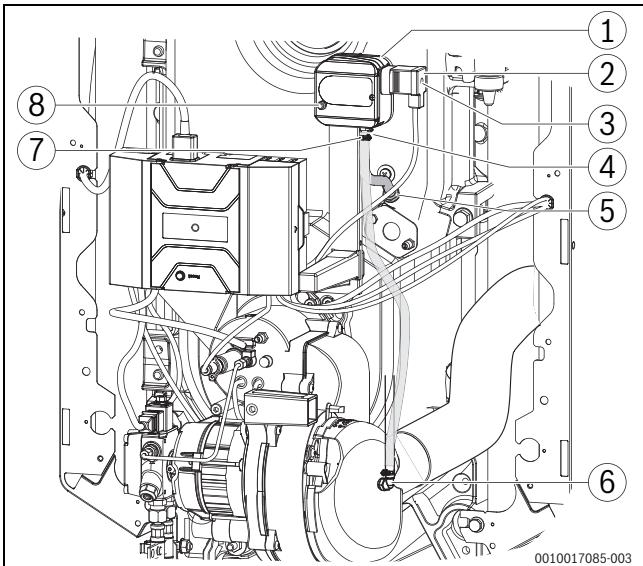

Bild 33 Brenner mit Druckwächter
- Sicherungsschraube [3] am Anschlussstecker [2] des Druckwächters [1] lösen und Anschlussstecker abziehen (→ Bild 33).
- Bei Teileaustausch im Reparaturfall auf die korrekte Zuordnung der Messleitungen gemäß Bild 33 achten!